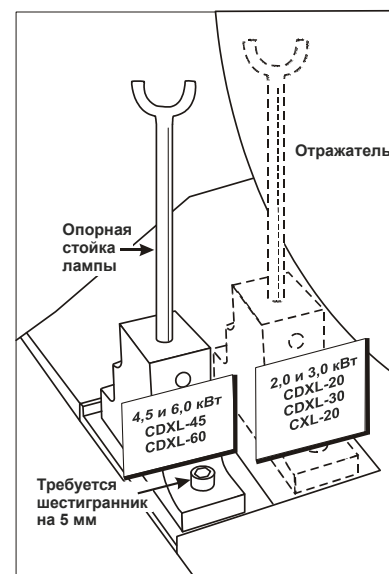

Рис. 5-4 Расположение опорной стойки лампы
- Проверьте правильность расположения опорной стойки лампы (**Рис. 5-4**).